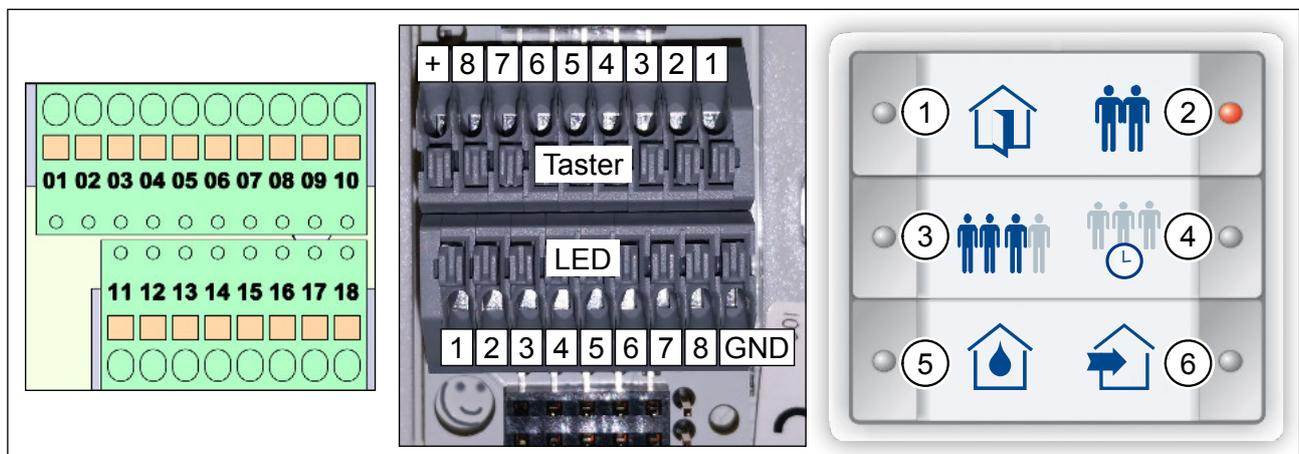

Abb. 6: Klemmenblöcke M-WRG-S/Z-T-F, Klemmenblöcke Tastsensor InControl, Einlegeblatt M-WRG-S/Z-T-F
- ▶ Legen Sie nach der Verdrahtung das Einlegeblatt (Abb. 6) in den Tastsensor InControl.